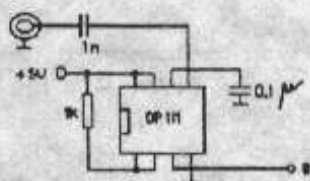

Fig. 2
- a doua intrare este de fapt un prescaler în tehnologie ECL realizat de IPRS, DP 111, programat să dividă cu 100; modul de conectare în montaj este prezentat în fig. 2.